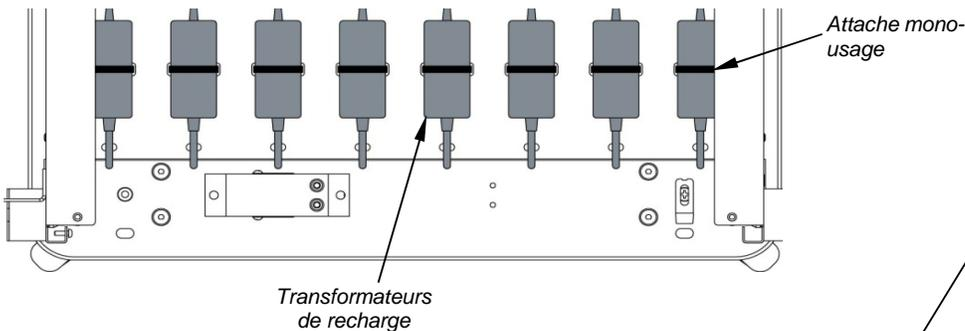

Figure 2A
2. Fixez les transformateurs de recharge d'ordinateur portable aux supports de gestion des cordons d'alimentation à l'aide des attaches mono-usage incluses et aux fentes de gestion des cordons d'alimentation. **Figures 2A et 2B.** (Les cordons excédentaires peuvent être rassemblés autour du transformateur, le cas échéant.)